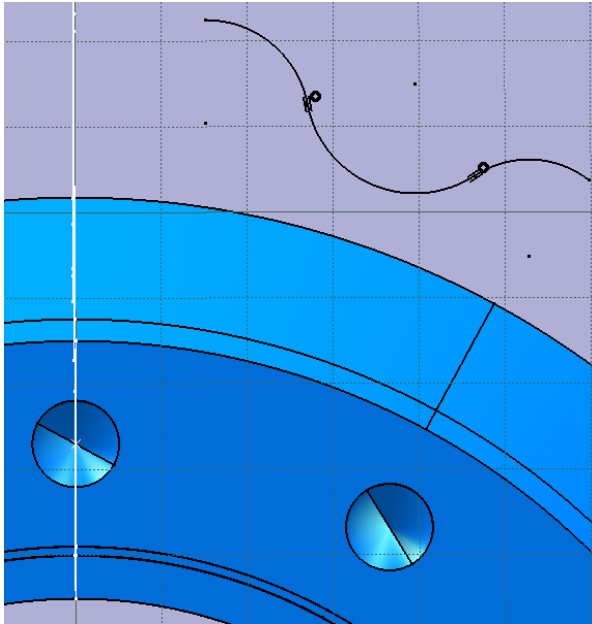

Abbildung 66
- Kreislinie kongruent zum in Abbildung 66 markierten Punkt